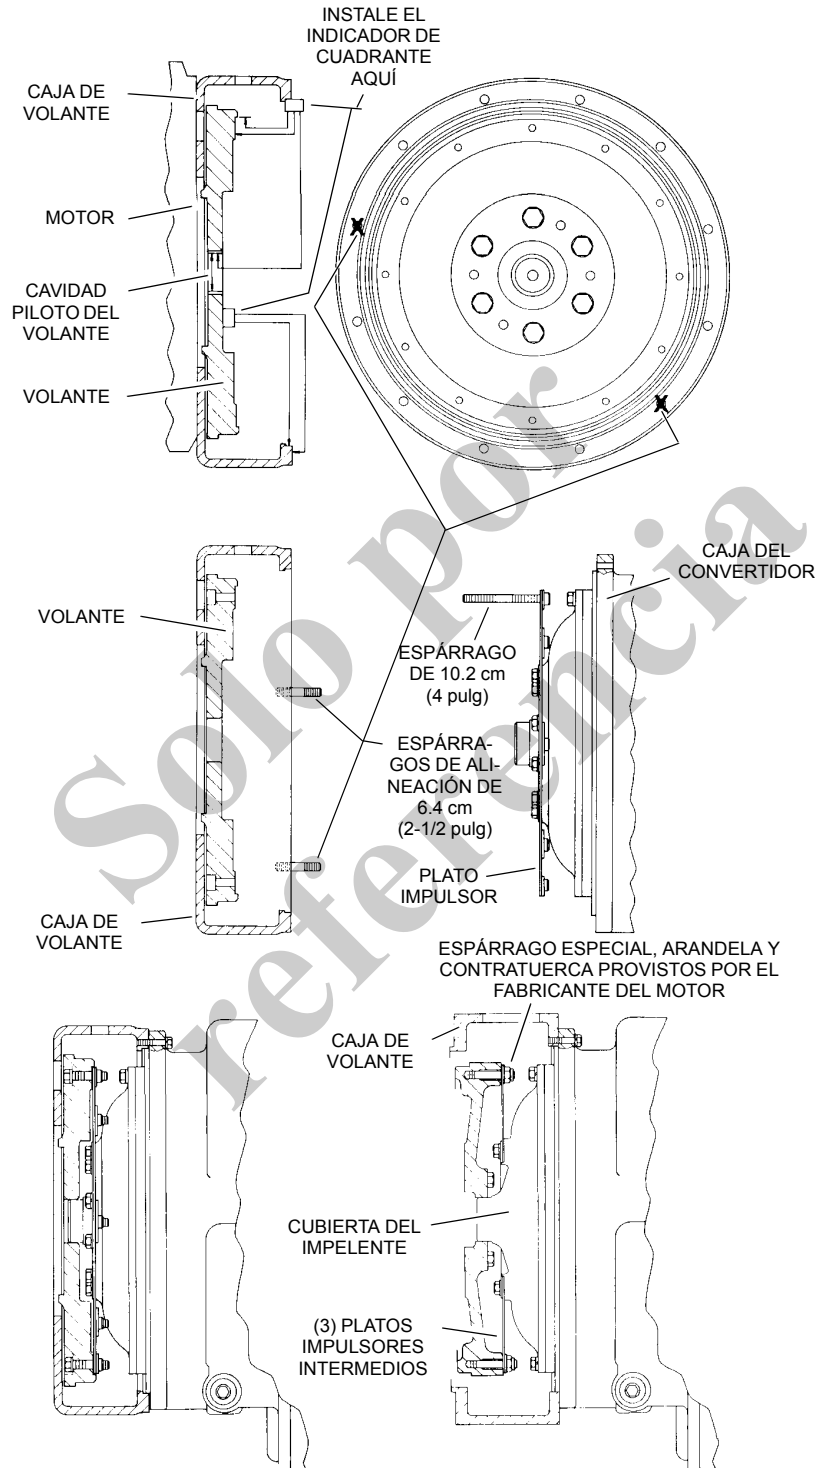

FIGURA 7-11
4. Quite todas las rebabas de la superficie de montaje del volante y de la cavidad piloto de la punta. Limpie la superficie del plato impulsor con disolvente (Figura 7-11).